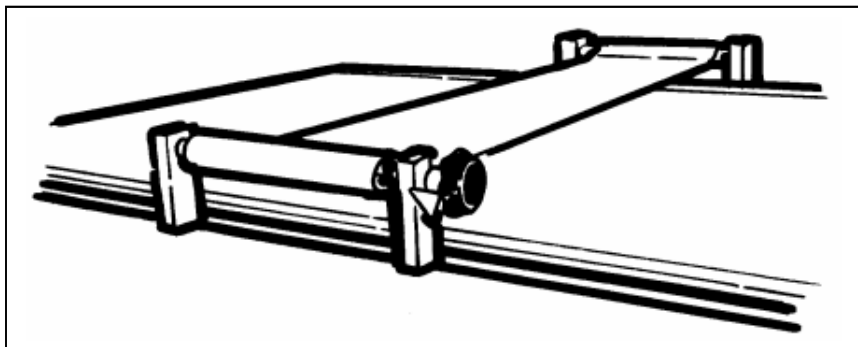

Abbildung 3-2
- 7 Gurtkompressorium (optionales Zubehör, siehe hierzu Abbildung 3-2)